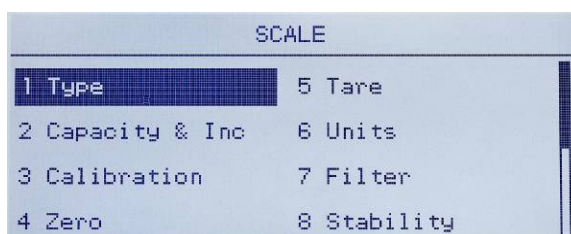

Figure 3-27 : Menu de configuration de la balance, première page
2. Avec Bascule en surbrillance, appuyez sur ENTRÉE ou sur la touche 1 du clavier numérique afin d'utiliser la méthode des raccourcis. La Figure 3-27 présente la première sélection des sous-branches de la bascule.